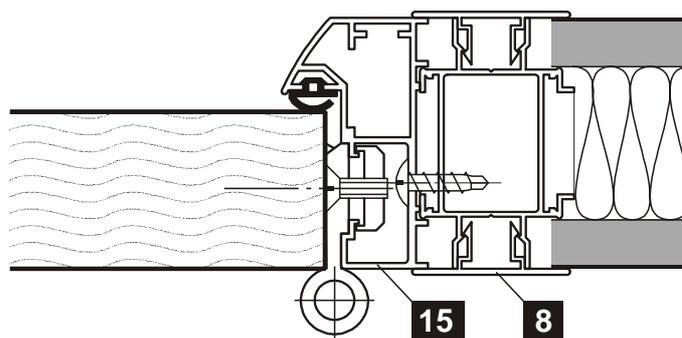
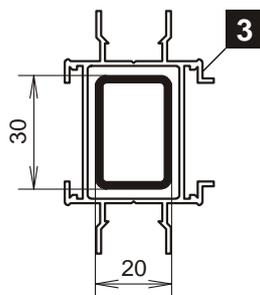

Рис.9
Рис.10
Стойка усиленная Поз.3 предназначена для монтажа каркаса офисной перегородки RISHE взамен стандартной стойке Поз.1 и стенового держателя Поз.2 (См. Рис.9). Данная стойка может использоваться со всеми элементами перегородки, как и стандартная стойка, за исключением планки Поз.7. Вместо Поз.7 стойка усиленная облицовывается планками Поз. 8 или Поз.9. Основное отличие применения стойки усиленной заключается в возможности увеличения жесткости каркаса перегородки, что позволяет монтировать перегородки со стойкой усиленной, армированной трубой, высотой до 4,0 м (См. Рис.10).
- для увеличения жесткости в полость стойки усиленной вставляется цельковая стальная труба 30x20 длиной, равной длине стойки минус 1-2 см Рис.10.